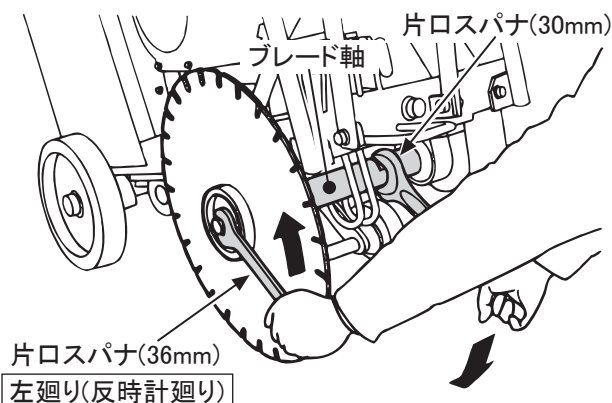

図 15
2. 締付ナット(左ネジ)を締め付ける時は、付属工具のスパナを使用します。36mmの片ロスパナは締付ナット(左ネジ)用で、30mmの片ロスパナは空回りを防ぐためにブレード軸の中心に近い場所にある切込み部にセットします。2本のスパナで確実に締め付けます。(図15)